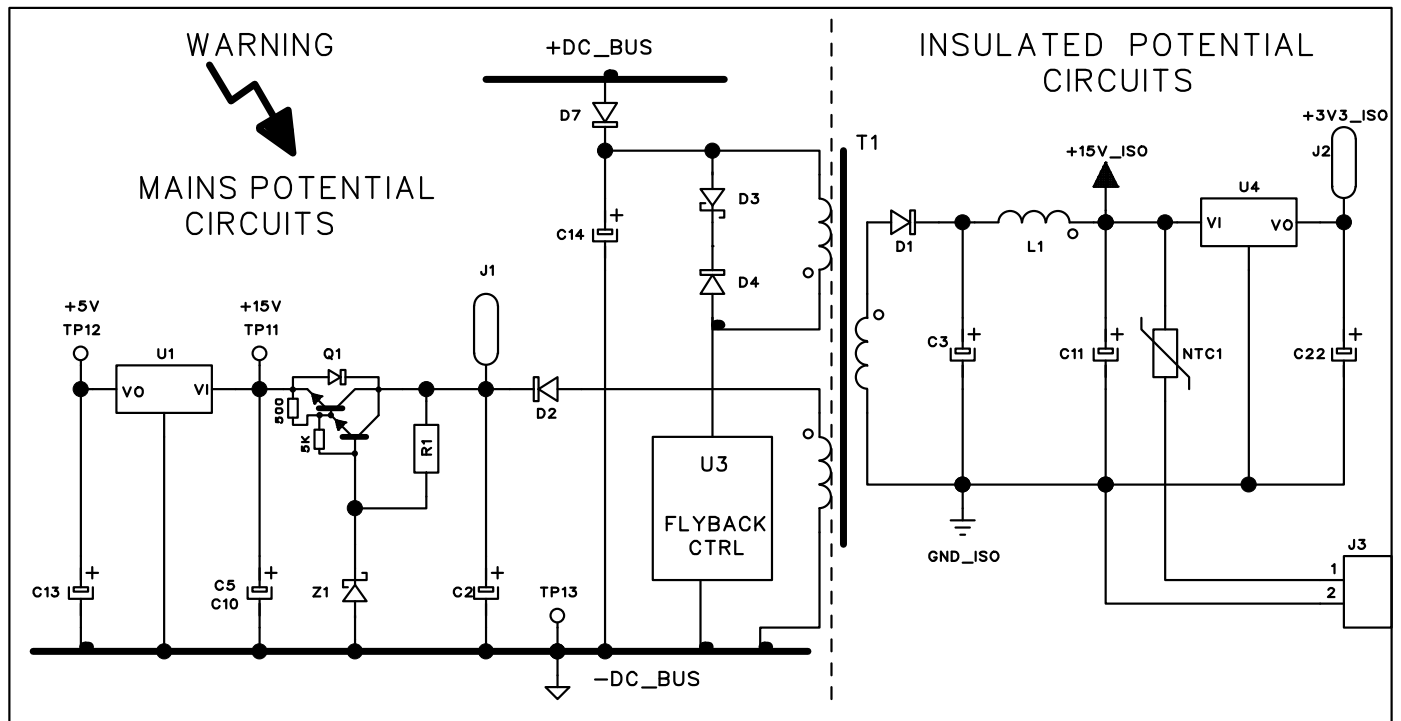

Fig. 2.3.2
Queste tensioni sono misurabili sui connettori J2, J3 e sui test point J1, TP11, TP12, TP13 su scheda potenza (45), come indicato in Fig. 2.3.2.
- ◆ Se la tensione rimane a +320 Vdc, controllare i circuiti del boost converter (U5, U7, Q5, Q6, D11, D12 ecc.) e le tensioni su TP11 e TP12 di scheda potenza (45), come indicato in Fig. 2.3.2 (alimentazione circuiti del boost converter).
- ◆ Sostituire scheda potenza (45).
- Scheda potenza (45), test point TP11(+), TP12(+) e terminale di R32 SHUNT o TP13(-) = tensioni come indicato in Fig. 2.3.2 (alimentazione circuiti del boost converter).
- Scheda potenza (45), connettori J2 e J3 = tensioni come indicato in Fig. 2.3.2 (alimentazione circuiti dell'inverter).
- ◆ Scollegare temporaneamente, a generatore spento, J3 e J7 da scheda potenza (45). Ri-alimentare il generatore e verificare nuovamente le tensioni su scheda potenza (45). Se non corretto, individuare i componenti difettosi su scheda potenza (45), basandosi sullo schema di Fig. 2.3.2 e sostituirli. Se corretto ricercare la causa dell'anomalia nel ventilatore (44) o nella scheda pannello (48).